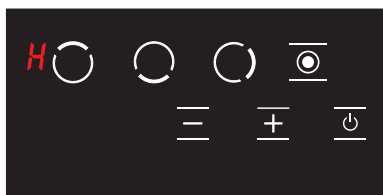

Рисунок 13
3. Если какая-либо конфорка по-прежнему горячая через 20 секунд, пока температура не опустится ниже + 60°C значок **H** будет отображаться на экране. (см. Рисунок 13) Если ни одна из конфорок не горячая, ни один значок не будет отображаться после выключения варочной панели.